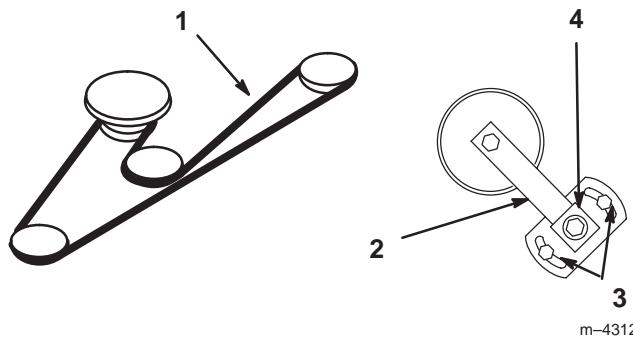

Figure 60
3. Desserrez les deux écrous de fixation de la plaque du bras de tension et déplacez ce dernier pour détendre la courroie sur la poulie de tension. Déposez la courroie usée du plateau de coupe (Fig. 60).
4. Installez une courroie neuve autour des poulies d'axe, du guide-courroie, de la poulie de tension et dans la gorge inférieure de poulie d'axe centrale (Fig. 60).